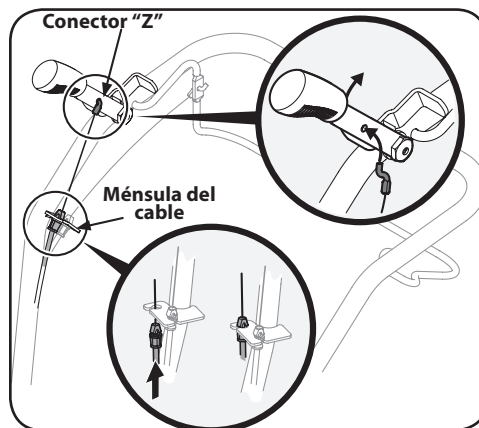

Figura 2-7
- Tire el cable del embrague de marcha atrás (si lo tiene) con el accesorio rojo arriba a través del orificio superior del soporte del cable y empuje el conector del cable por el agujero hasta que la ranura en el conector encaje en su sitio. Vea la Figura 2-7.
- Coloque el conector Z dentro del orificio en el mango del embrague de marcha atrás desde el interior del mango hacia el exterior. Vea la Figura 2-7.